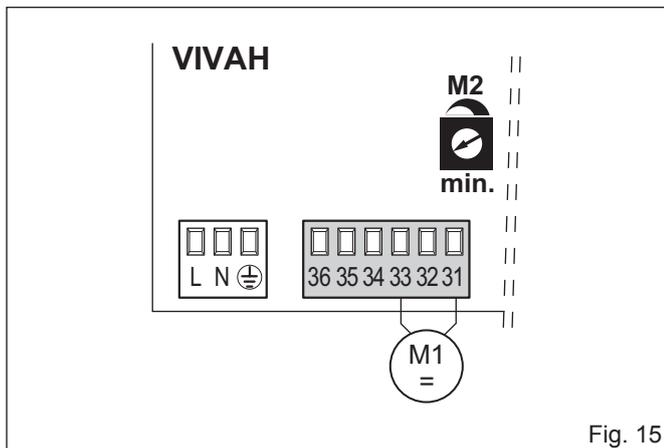
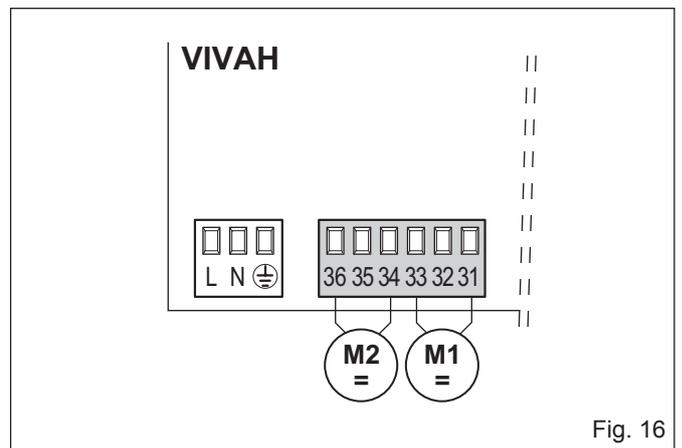

Fig. 15
Fig. 16
- I collegamenti elettrici e l'avviamento del motoriduttore Arc 1BH sono indicati in fig. 15 (1 anta) o in fig. 16 (2 ante) e nel manuale di installazione del quadro elettronico VIVAH. Per invertire il senso di rotazione scambiare le fasi dei motori (36 con 34 e/o 33 con 31).